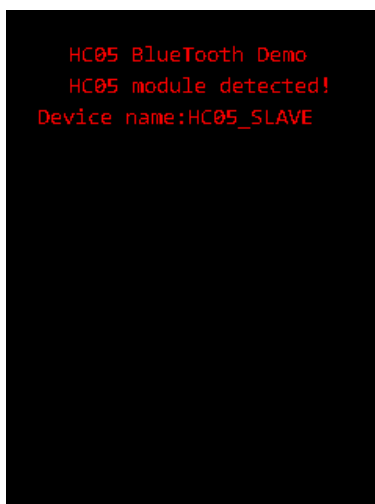

图 2-4 HC05 模块正常运行时的液晶显示
- ❑ 开发板的液晶屏会显示“HC05 BlueTooth demo, HC05 module detected! Device name :HC05\_SLAVE”三行文字, 见图 2-4, , 长按开发板的 KEY2 按键(注意不要按 KEY1), 会随机生成一个新名字;
- 开发板的液晶屏会显示“HC05 BlueTooth demo, HC05 module detected! Device name :HC05\_SLAVE”三行文字，确认两个开发板的液晶都显示这样的状态。见图 2-4；